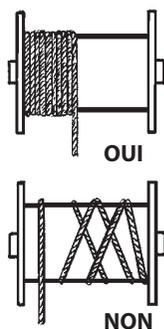

Fig. 3
- Pendant l'utilisation du treuil, vérifiez constamment le déroulement du câble sur le tambour, tour contre tour, sans desserrage or chevauchement.. Si ça n'arrive pas, dérouler le cable et rebobiner correctement en tenant le cable toujours en tension, (Fig.3).